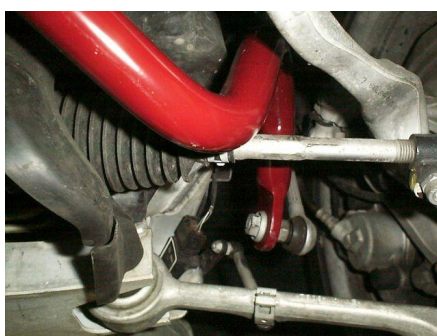

Bild 2
- Koppelstange am Seitenschenkel des Stabilisators links und rechts lösen (SW 16 + SW 17), Bild 2/3.